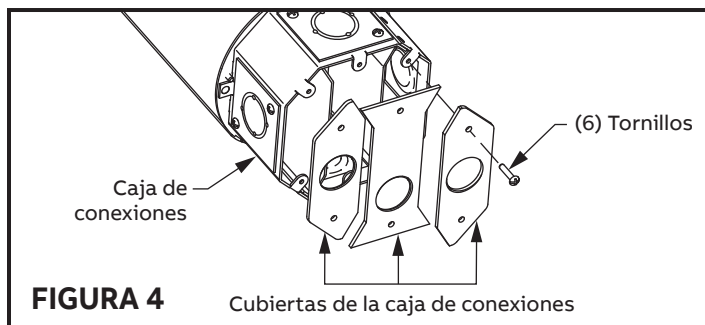

FIGURA 4
4.1 Retire las (3) cubiertas inferiores de la parte inferior de la caja de conexiones retirando los (6) tornillos que sujetan las cubiertas (consulte la figura 4).
4.3 Vuelva a colocar las (3) cubiertas inferiores de la caja de conexiones (consulte la Figura 4).